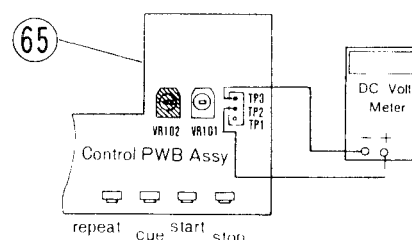

Figure 26
6. Disconnect the D.C. voltmeter and re-connect it between TP2 and TP3 terminals on Control PWB Assy (Fig. 26).
6. 次に電圧計をコントロールPWB assy のターミナルTP2とTP3の間に接続する。(図26)